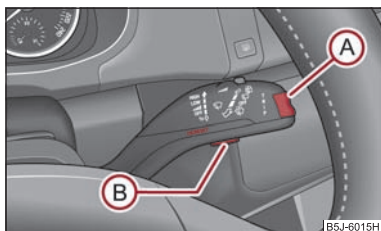

Fig. 18 Indicatorul multifuncțional:
Comutarea între cele două memorii se face de la tasta  ⇒ pagina 20, fig. 18 din maneta de acționare a ștergătoarelor.
Tasta basculantă (A) și tasta (B) se găsesc în maneta de acționare a ștergătoarelor de parbriz ⇒ fig. 18.
Dacă temperatura exterioară scade sub +4 °C, în fața indicatorului de temperatură apare simbolul unui fulg de zăpadă (simbol de avertizare a poleiului), care clipește 10 secunde și apoi rămâne fix împreună cu temperatura exterioară. Simultan se va emite un semnal acustic. După apăsarea tastei basculante (A) de la maneta de acționare a ștergătoarelor ⇒ fig. 18, se afișează funcția care a fost afișată ultima dată.
Pe ecran apare durata de deplasare de la ultima ștergere a memoriei ⇒ pagina 19. Dacă doriți să determinați durata de deplasare de la un anumit moment, ștergeți memoria apăsând tasta (B) ⇒ fig. 18.
Dacă vreți să determinați consumul mediu de carburant într-un anumit interval de timp, trebuie să ștergeți memoria cu ajutorul tastei **(B)** ⇒ pagina 20, fig. 18. După ștergere, în primii 300 metri, pe display se vor afișa linii.
Pe display apare distanța parcursă de la ultima ștergere a memoriei ⇒ pagina 19. Dacă doriți să determinați kilometri parcurși de la un moment dat, ștergeți memoria în momentul în care doriți să înceapă calcularea; ștergerea memoriei se face de la tasta **(B)** de la maneta de acționare a ștergătoarelor ⇒ pagina 20, fig. 18.
Pe display apare viteza medie în km/h de la ultima ștergere a memoriei ⇒ pagina 19. Dacă doriți să determinați viteza medie într-un anumit interval de timp, trebuie să ștergeți memoria la începutul unei noi măsurări, cu ajutorul tastei **(B)** de la maneta de acționare a ștergătoarelor ⇒ pagina 20, fig. 18.